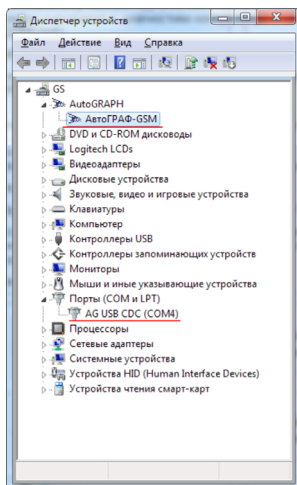

Рис.5
7. На этом установка драйверов для устройства «АвтоГРАФ» завершена. Прибор готов к работе с ПК (Рис.5).